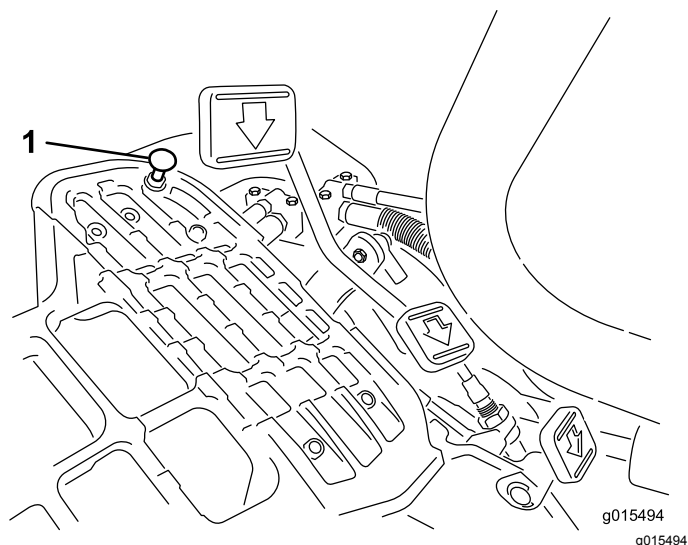

Figura 52
Carregue no pedal de tração. Se o pedal entrara em contacto com o batente (Figura 52) antes de se sentir tensão no cabo, é necessário efetuar um ajuste:
1. Desaperte as porcas de bloqueio de cabeça de flange que fixam o batente do pedal à placa inferior (Figura 52).